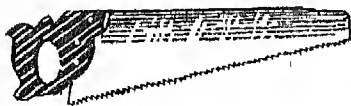

Fig. 13. — Égoïne. Scie courte dont la monture se réduit à une poignée ; sa denture est fine.
a) la scie égoïne (fig. 13), utilisée notamment par les charpentiers et par les jardiniers pour ébrancher les arbres ; (une monture serait souvent gênante).